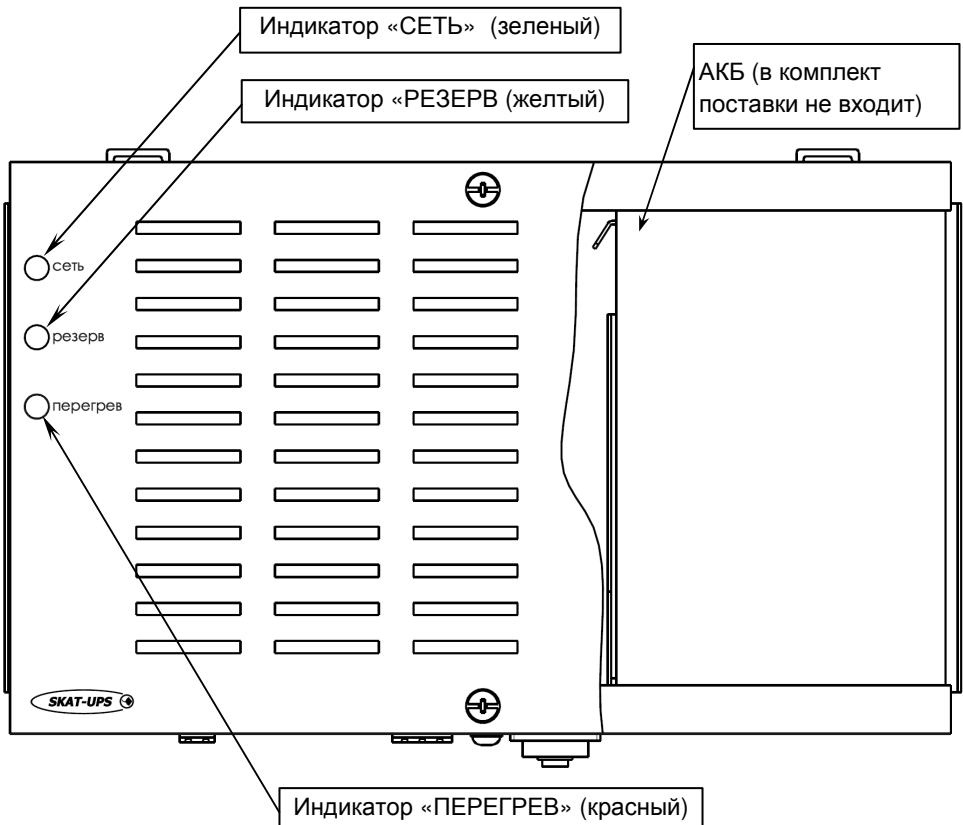

Рисунок 1 - общий вид изделия с установленной АКБ
Изделие выполнено в металлическом корпусе и предназначено для установки на DIN-рейку в электротехническом шкафу. Внутри корпуса источника предусмотрено место для размещения аккумуляторной батареи (см. рисунок 1).
Светодиодные индикаторы, расположенные под крышкой корпуса (см. рисунок 1), обеспечивают индикацию режимов работы источника и состояния АКБ:
- После самотестирования изделие перейдет в режим «ОСНОВНОЙ», включится индикатор «СЕТЬ» (см. рисунок 1).
Отключить сетевое напряжение. Изделие должно автоматически выполнить переход на резервное питание нагрузки от АКБ. Индикатор «СЕТЬ» погаснет, индикатор «РЕЗЕРВ» включится (см. рисунок 1).
Включить изделие выключателем. Изделие выполнит те же действия, что и при работе от сети, за исключением того, что питание нагрузок осуществляется от АКБ. Изделие сразу перейдет в режим «РЕЗЕРВ», индикатор «РЕЗЕРВ» включится (см. рисунок 1).